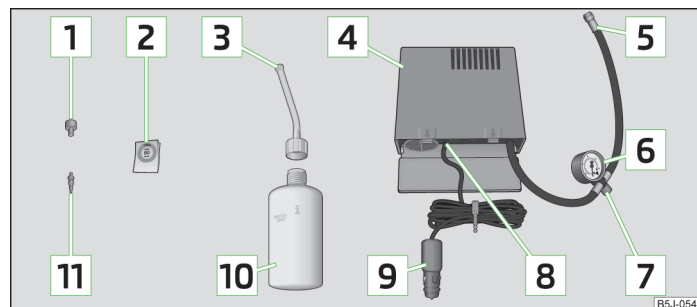

Abb. 144 Bestandteile des Pannensets
- Den Aufkleber **2** » **Abb. 144** auf Seite 185 auf die Schalttafel im Sichtfeld des Fahrers kleben.
- Die Reifenfüllflasche **10** » **Abb. 144** auf Seite 185 einige Male kräftig hin und her schütteln.
- Den Reifenfüllschlauch **5** » **Abb. 144** auf Seite 185 des Luftkompressors fest auf das Reifenventil schrauben.